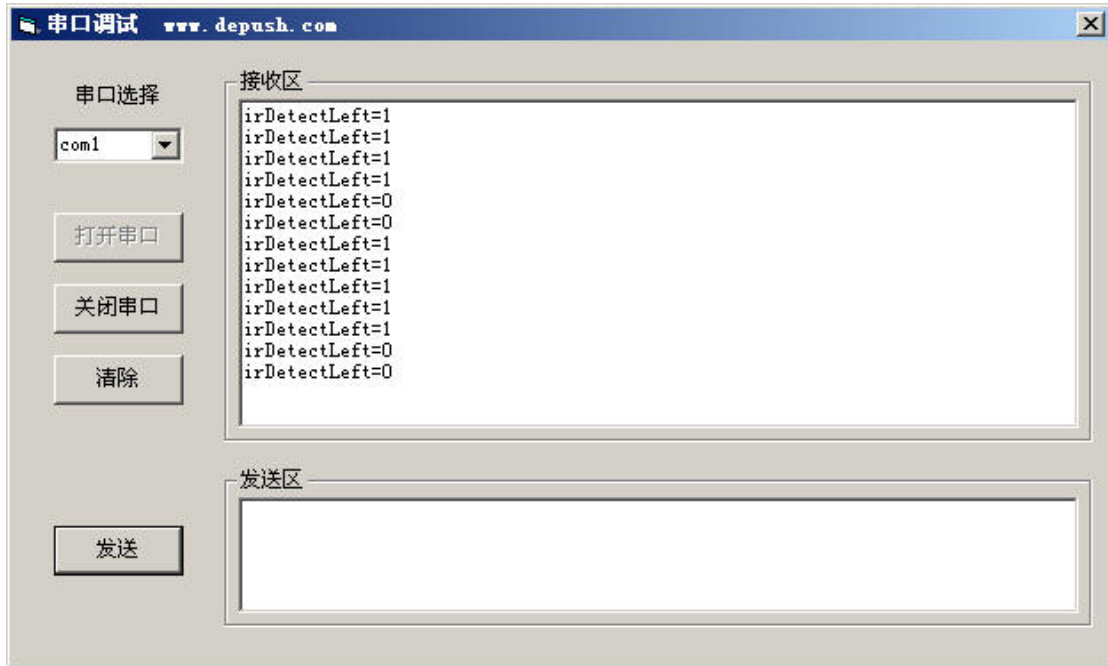

图5-7 测试左IR组
- 验证当你放一个物体在IR组前时，调试终端是否会显示“irDetectLeft=0”；当你将物体移开时，它是否显示“irDetectLeft=1”，如图5-7：